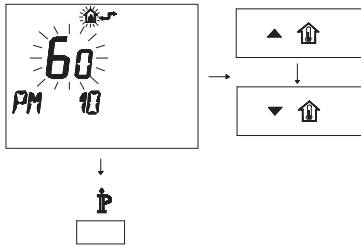

Figura 5.59
- Per modificare il SET programmato agire sui pulsanti ▲⬆️ o ▼⬆️ e aspettare che il numero programmato cominci a lampeggiare (Figura 5.59).